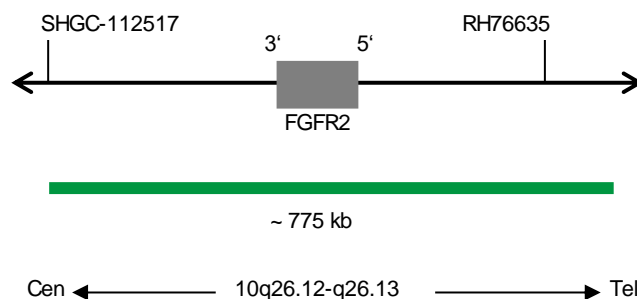

Fig. 1: SPEC FGFR2 Mapa da sonda (sem escala)
- Polinucleótidos (~10 ng/μl) com marcação ZyGreen (excitação 503 nm/emissão 528 nm), dirigidos ao mapeamento de sequências alvo em 10q26.12-q26.13* (chr10:122,908,224-123,682,373) contendo o gene FGFR2 (ver Fig. 1).